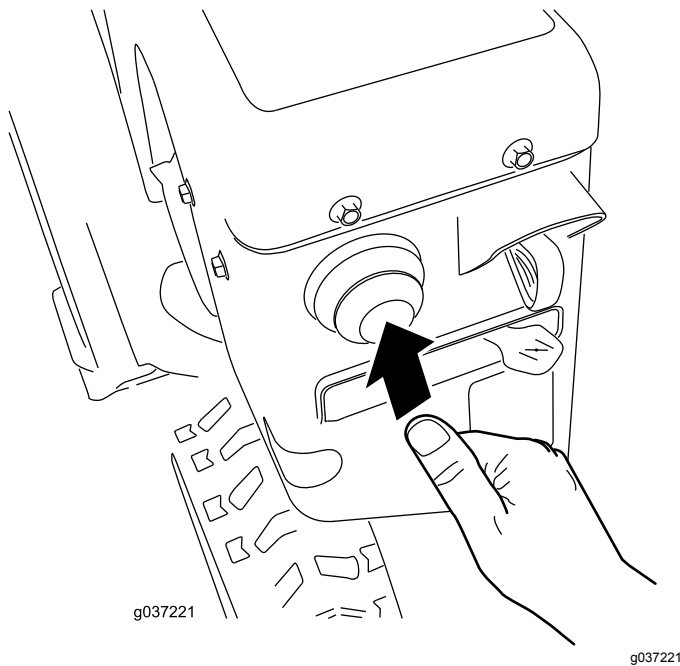

Figure 18
4. Appuyez fermement sur l'amorçeur avec le pouce comme indiqué dans le tableau ci-dessous, en marquant une pause d'une seconde chaque fois (Figure 18).